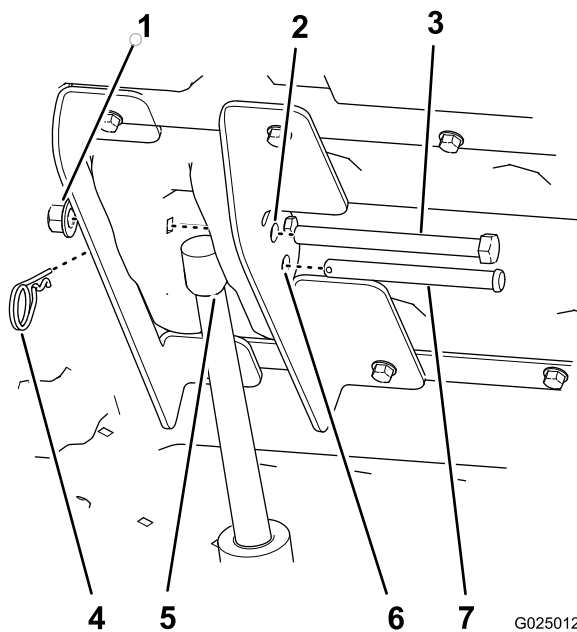

Рисунок 24
8. Прикрепите шток привода подъема к подъемным кронштейнам с помощью шплинтуемого штифта (3-1/2 дюйма) и шплинта (Рисунок 24).
10. Проденьте болт с шестигранной головкой (1/2 x 5-1/2 дюйма) через оставшиеся отверстия диаметром 12,7 мм во внутреннем и наружном подъемных кронштейнах (Рисунок 24) и закрепите его фланцевой гайкой (1/2 дюйма), надежно затянув ее.